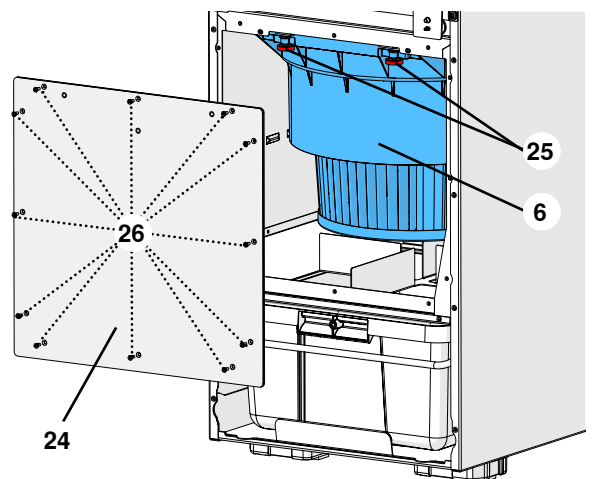

图 25
- ⇒ 插入固定螺丝（图25、25）并拧紧。
如果无法关闭盖板，那就是精滤器没有完全装回机壳里，或者是固定螺丝（图25、25）未拧紧，令精滤器的位置过低。